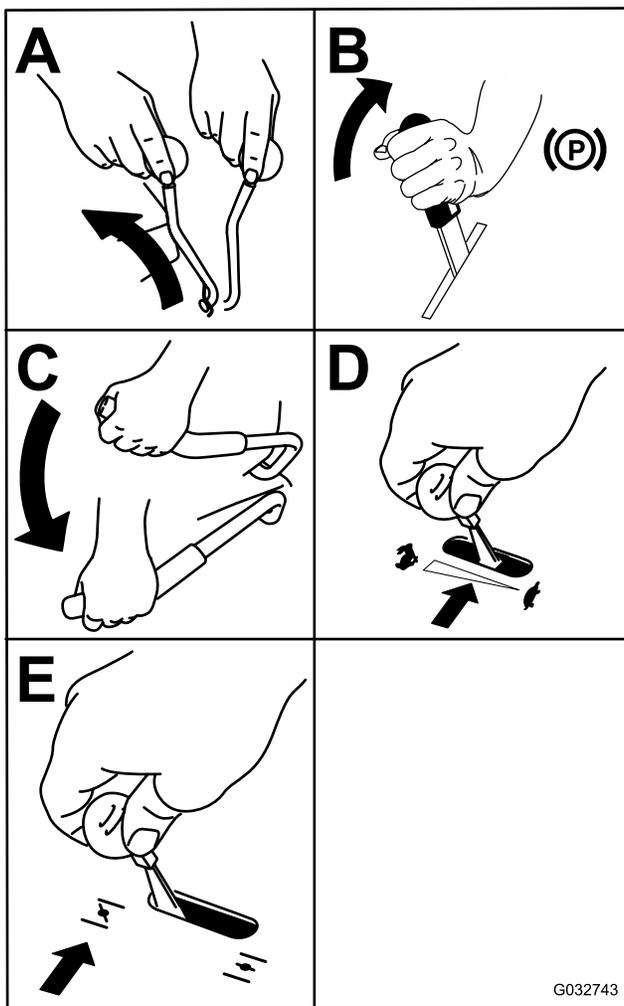

Figure 23
3. Placez le levier d'engagement de PDF en position ARRÊT (Figure 23).
6. Tournez la clé de contact à la position de DÉMARRAGE (Figure 23). Relâchez la clé quand le moteur démarre.